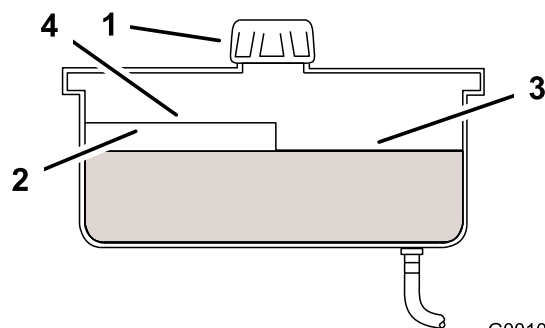

Figura 47
4. Pulite l'area attorno al tappo e al collo del bocchettone del serbatoio idraulico (Figura 47).
5. Togliete il tappo dal collo di riempimento. Guardate all'interno per verificare il livello del fluido nel serbatoio. (Figura 47).
Nota: Il livello del fluido deve raggiungere la parte superiore del segno di livello 'caldo' del deflettore (Figura 47).